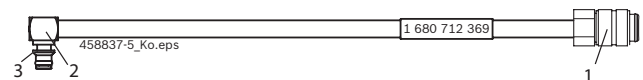

Fig. 1: Tubo flexible 1 680 712 369
El tubo flexible 1 680 712 369 se conecta con el adaptador de acoplamiento (fig. 1, pos. 2) en la conexión de retorno del CRI Piezo de Siemens/VDO/Conti. La boquilla de acoplamiento (fig. 1, pos. 1) se conecta al EPS 200 / 205 en la conexión de comprobación del caudal de retorno.
- Conectar el EPS 200 / 205 mediante el interruptor principal central que se encuentra en la parte delantera del equipo (véase fig. 1, pos. 6).